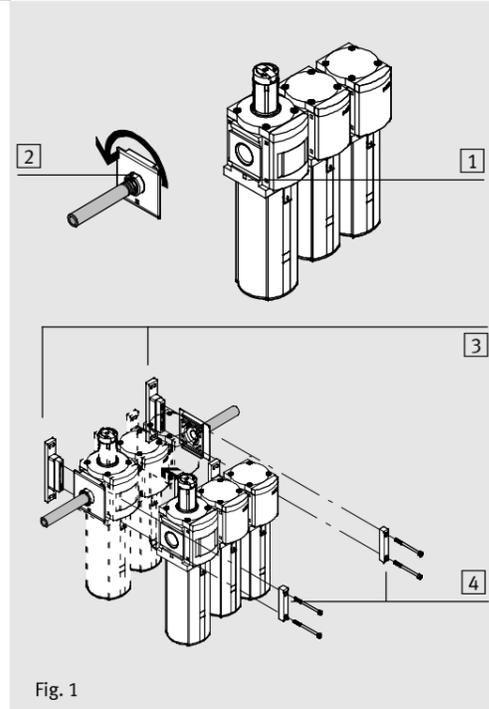

Fig. 1
Placa base tipo MS12-AG.. / MS12-MV (Fig. 1)
a) Premontaje (Fig. 1 arriba)
b) Montaje final (Fig. 1 abajo)
Raccord pour tuyau type MS12-AG.. / MS12-MV (fig. 1)
a) Prémontage (fig. 1 en haut)
b) Montage final (fig. 1 en bas)